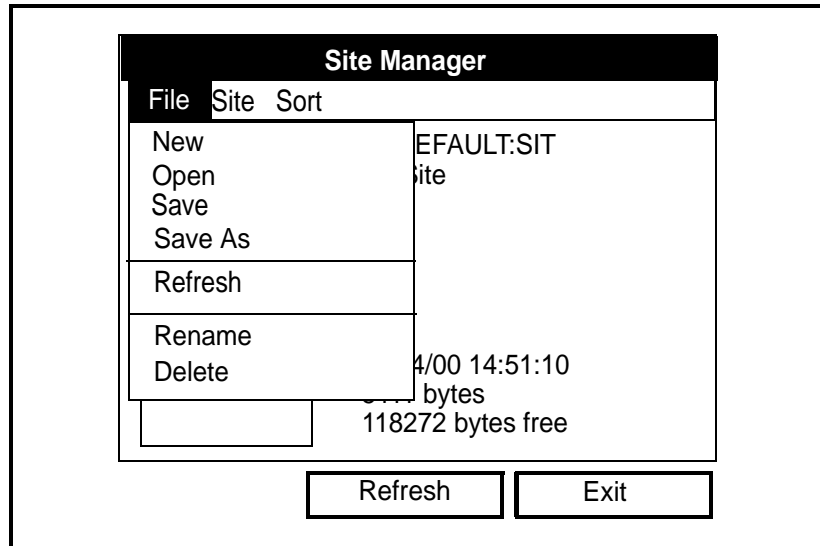

Figura 4-3: Menú Site Manager
1. En la ventana *Site Manager* (Gestor de ubicación), pulse [MENU] y, a continuación, pulse [ENTER]. Aparecerá una ventana como la de la figura 4-3.
- Desde *Site Manager* (Gestor de ubicación) (consulte la figura 4-3 en la página 4-3), pulse [MENU] para abrir el menú *File* (Archivo). A continuación, desplácese hasta la opción *Save* (Guardar) y pulse [ENTER].